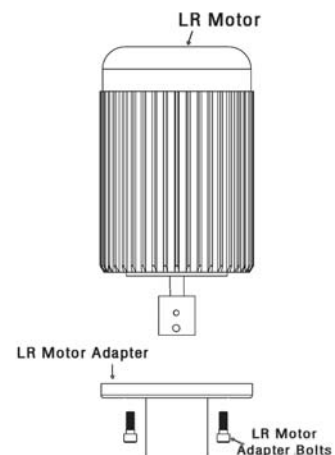

图 2
2. 卸下马达连接螺栓（参看图2），并将马达支架从马达上拆下来。